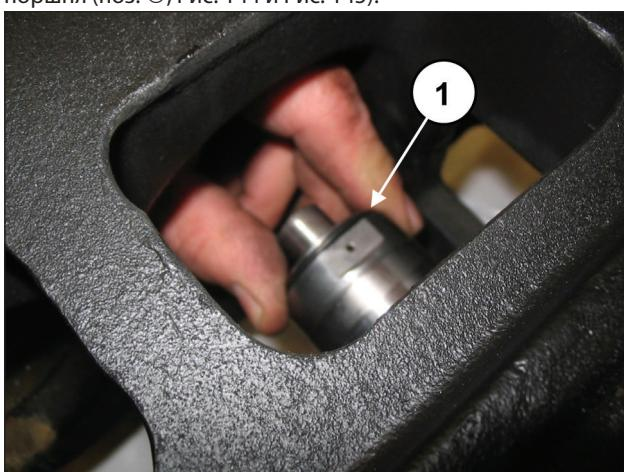

Рис. 144
Установите брызгозащитное кольцо вместе с уплотнительным кольцом в гнездо на направляющей поршня (поз. ①, Рис. 144 и Рис. 145).